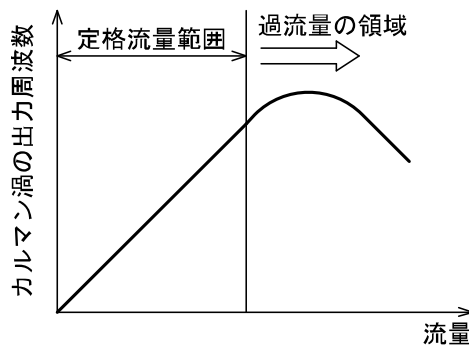

図 1 本製品の流量センサの出力特性
- ・ 本製品の流量計測方法はカルマン渦式です。カルマン渦式では過流量の領域において流量出力が低下に転じる特性があり、正常に流量検出、流量制御ができなくなる可能性があります。(図 1)